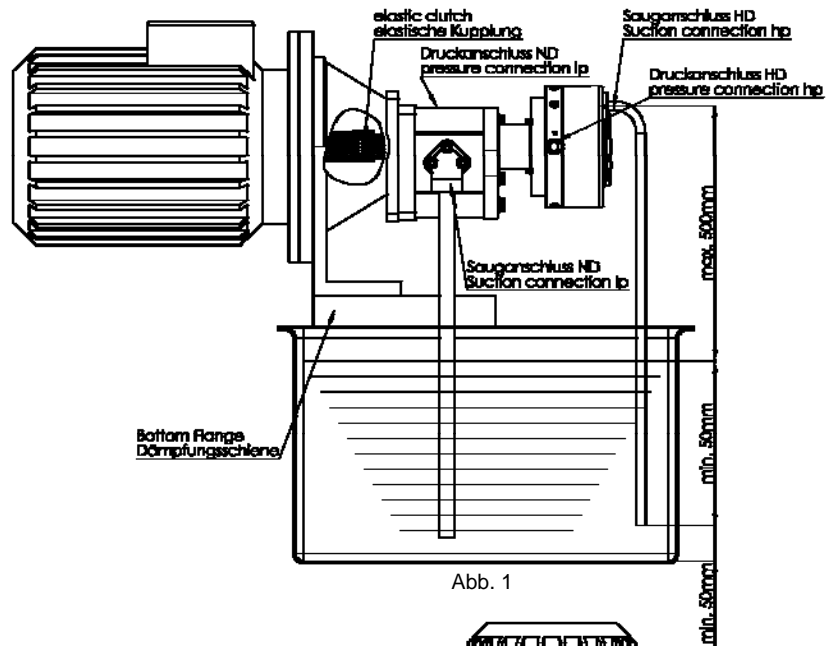

Abb. 1
**Einbau (gemäss Abb. 1 oder 2) :**